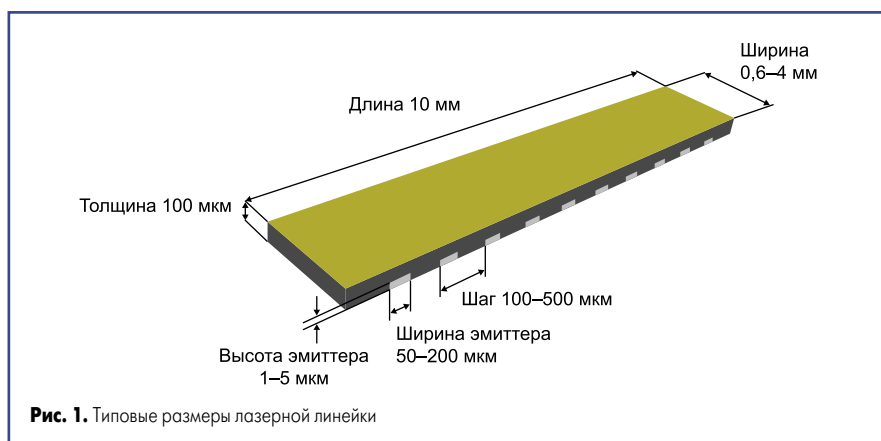

Рис. 1. Типовые размеры лазерной линейки
1. Малые размеры (рис. 1) и хрупкость материала лазерной линейки, что требует минимальных механических воздействий на компонент в процессе захвата, манипулирования и установки на теплоотвод.